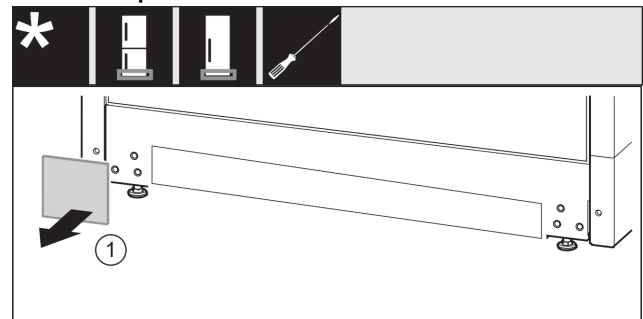

Fig. 16
- ▶ Detașați apărătoarea. Fig. 16 (1)